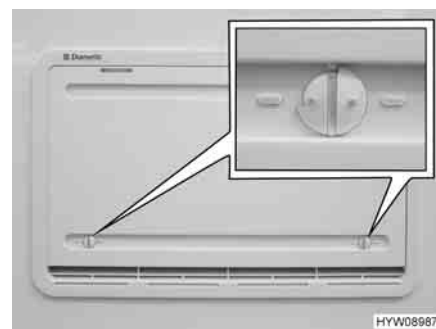

Fig. 106 Copertura invernale
Le coperture invernali (Fig. 106) proteggono il gruppo frigorifero dall'aria fredda. Posizionare le coperture invernali davanti a entrambe le griglie di aerazione quando la temperatura esterna scende al di sotto di +10 °C (sia per funzionamento elettrico che a gas).
- Aprire entrambi i bloccaggi (Fig. 106), la scanalatura risulterà orizzontale.